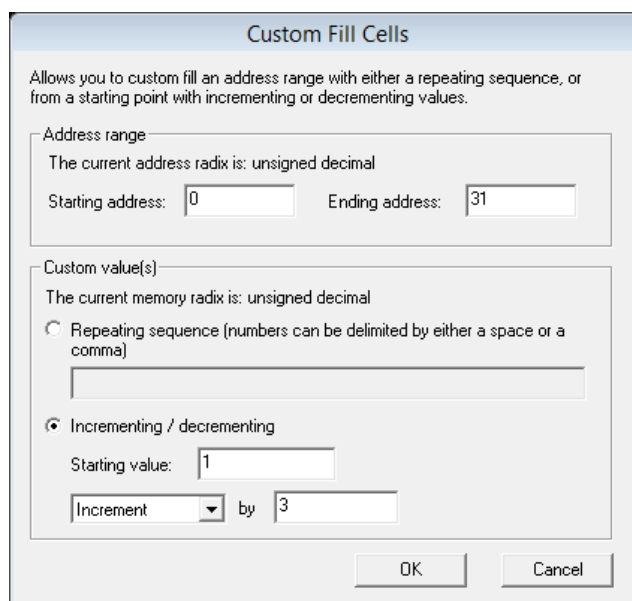

Рис. 26. Приклад вибору значень для ініціалізації області пам'яті
- Зростаюча/зменшувана послідовність: вводиться початкове значення та значення величини, на яку буде змінюватись кожне наступне значення (збільшуватись чи зменшуватись) (рис. 26).